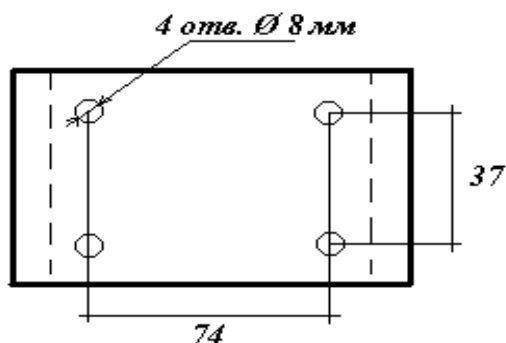

Рис. 2 - Крепёжная площадка МПП
6.3 Закрепить крепёжную(ые) площадку(и) модуля(ей) в соответствии с определёнными местами (по п.6.2). Координаты отверстий для крепления МПП показаны на рис. 2.